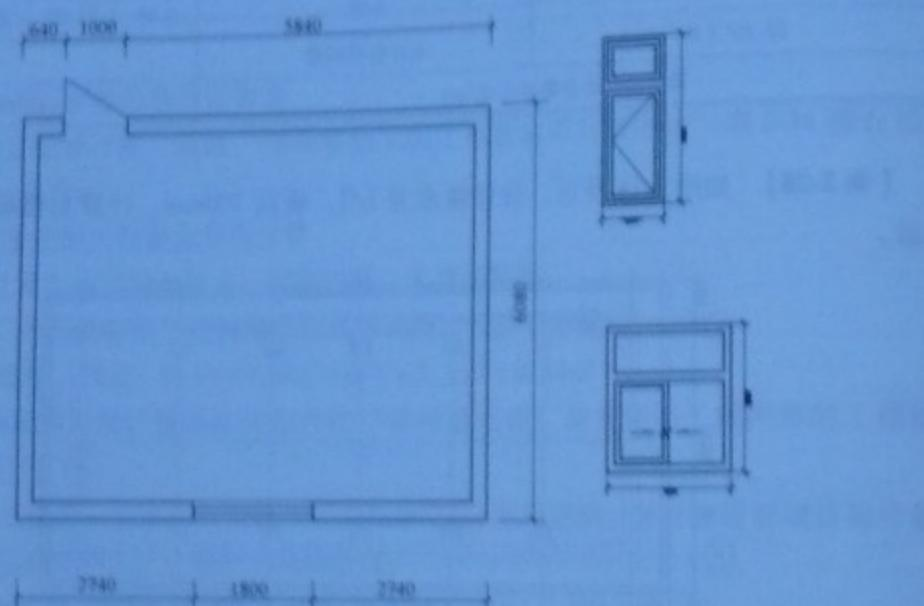

图 2-29 某会议室铝合金门窗
**【例 2-29】** 某会议室安装铝合金门窗，门为单扇地弹簧门，带上亮洞口尺寸为：2.2m×1.0m(12 棱)，窗为带上亮双扇推拉窗洞口尺寸为：2.4m×1.8m(8 棱)，如图 2-29 所示，编制其分部分项工程量清单、综合单价及合价表。